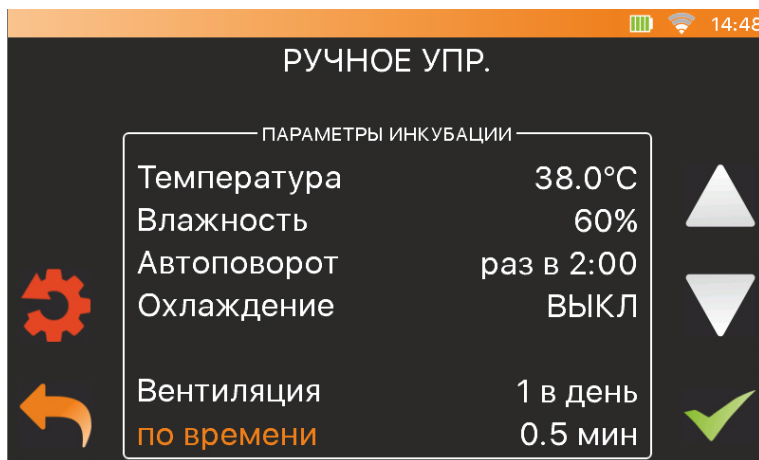

Рисунок 5.9 – Вентиляция по времени
1. По времени – выбирается время вентиляции в минутах (Рис.5.9).